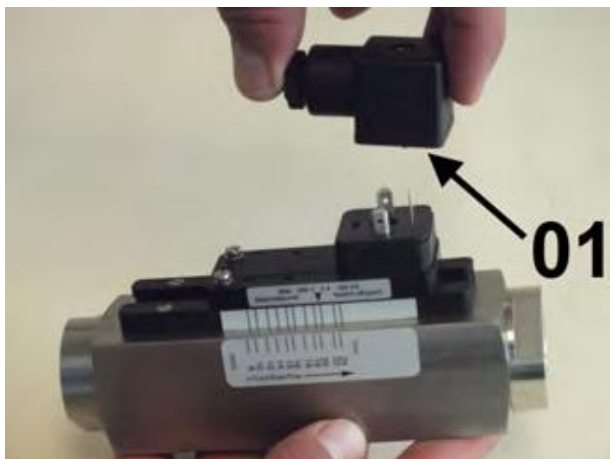

Fig. 21: Remove socket
2. ► Remove socket (Fig. 21/01)